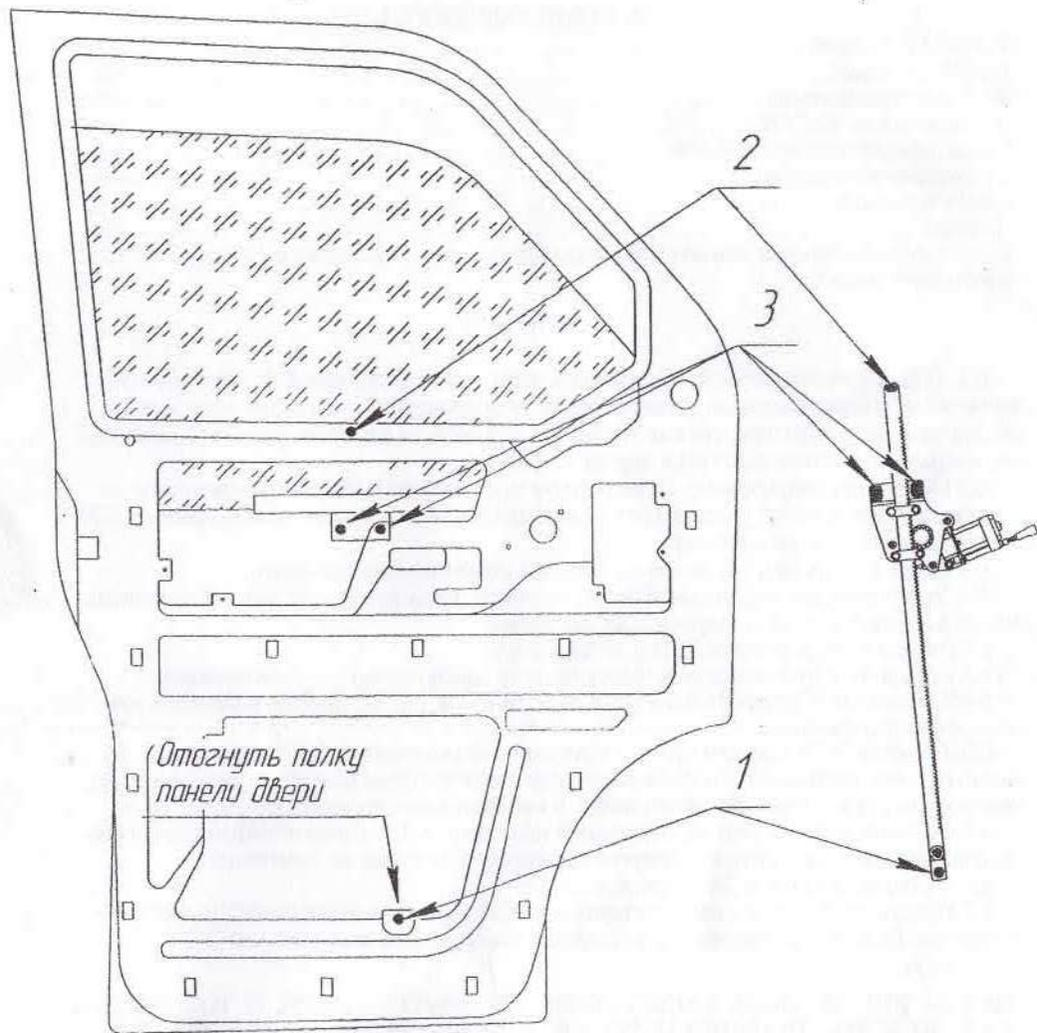

Рис.3
6.5.3 Ввести ЭСП в полость двери через верхний монтажный люк панели двери, совместить точки крепления 1 и 2 направляющей с отверстиями панели двери (см. рис. 3), отогнуть полку внутренней панели двери и окончательно закрепить направляющую.
6.5.4 Совместить отверстия 3 подвижной пластины ЭСП с отверстиями обоймы стекла (см. рис.3) и предварительно закрепить штатными винтами не затягивая.
6.11 Соответствующими переключателями поднять правое и левое стекло в крайнее верхнее положение до упора и окончательно закрепить точки крепления 3 (см. рис.3).